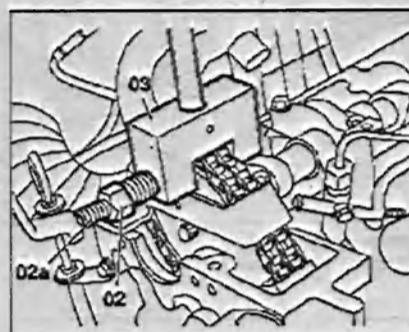

Рис. 4.42. Вкрутите упорный шпindel 02 вместе с упорным пальцем 02a в пресс 03.
3. Вкрутите упорный шпindel 02 вместе с упорным пальцем 02а в пресс 03 (рис. 4.42).